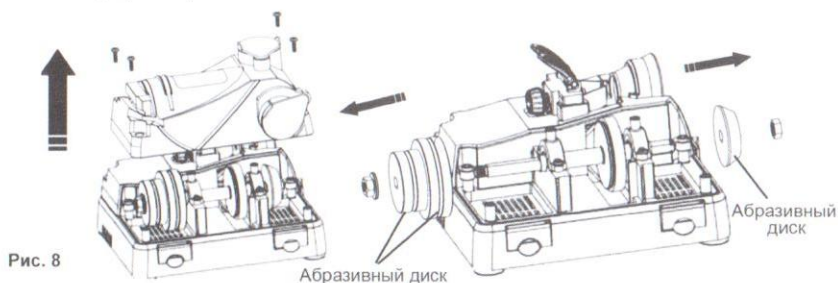

Рис. 8
- Для замены абразивного диска необходимо снять защитный корпус, открутив винты (См. Рис.8).